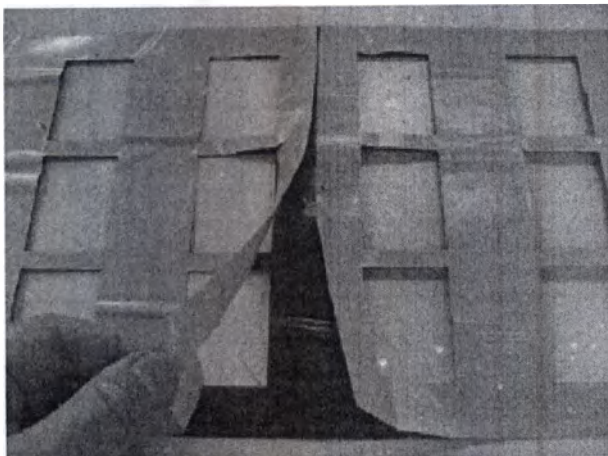

Рисунок 5 MM
4. Сделайте отслаивание прокладочной бумаги с середины задней поверхности брызговика до середины прямоугольных отверстий с обеих сторон (рис. 5 MM).